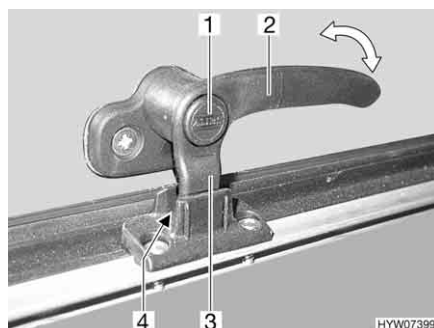
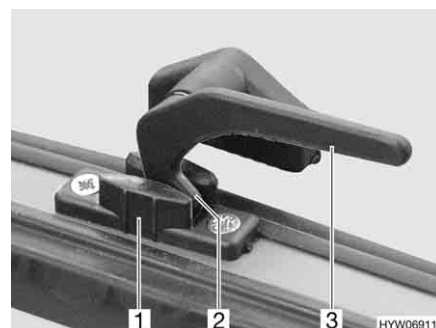

Fig. 76 Levier de verrouillage avec bouton de sécurité en position "Aération permanente"
Fig. 77 Levier de verrouillage en position "Aération permanente"
- En position "Aération permanente" (Fig. 76 et Fig. 77)
- S'il existe, appuyer sur le bouton de sécurité (Fig. 76,1) et le maintenir enfoncé.
- Tourner tous les leviers de verrouillage (Fig. 76,2 ou Fig. 77,3) d'un quart de tour vers le centre du lanterneau.
- Remettre tous les leviers de verrouillage en position initiale. Le tenon de verrouillage (Fig. 76,3 ou Fig. 77,2) doit pénétrer dans le logement du verrouillage du lanterneau (Fig. 76,4 ou Fig. 77,1).